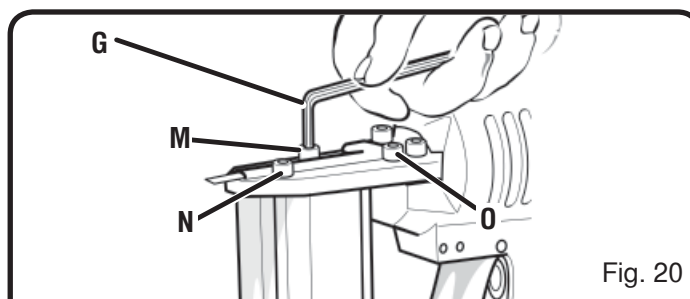

Fig. 20
- 5) Usando una llave Allen apropiada (G), extraiga los tornillos (M) - (N) y (O) ubicados en la parte superior de la clavadora/grapadora (Fig. 20).